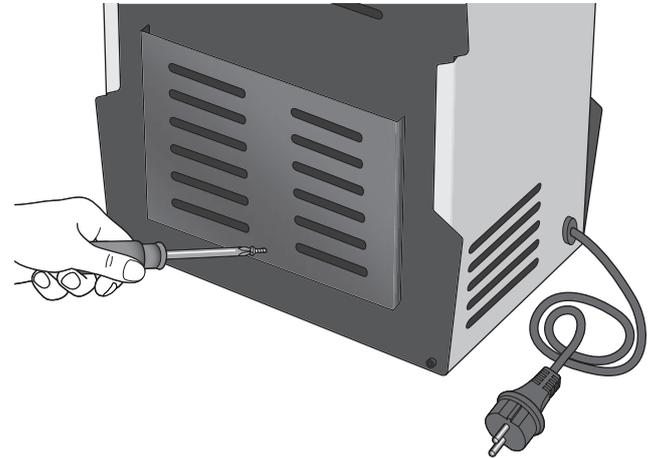

Abb. 10: Arretierung der Reinigungsklappe lösen
3. Lösen Sie die Schraube (Abb. 10) auf der Rückseite des Gerätes mithilfe eines Schraubendrehers.
9. Drehen Sie die Schraube (Abb. 10) wieder fest.
- Stellen Sie sicher, dass Sie die Reinigungsklappe unmittelbar nach der Reinigung wieder ordnungsgemäß schließen und mit der Schraube (Abb. 10) sichern.